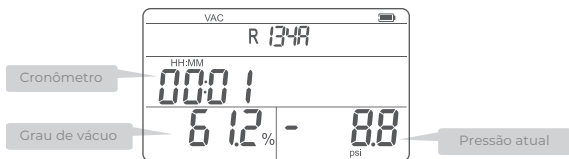

Fig.4 Interface de teste de vácuo.
5. A interface [FIG.4] exibe o valor atual da pressão do sistema, o grau de vácuo do sistema e o tempo de entrada na interface.